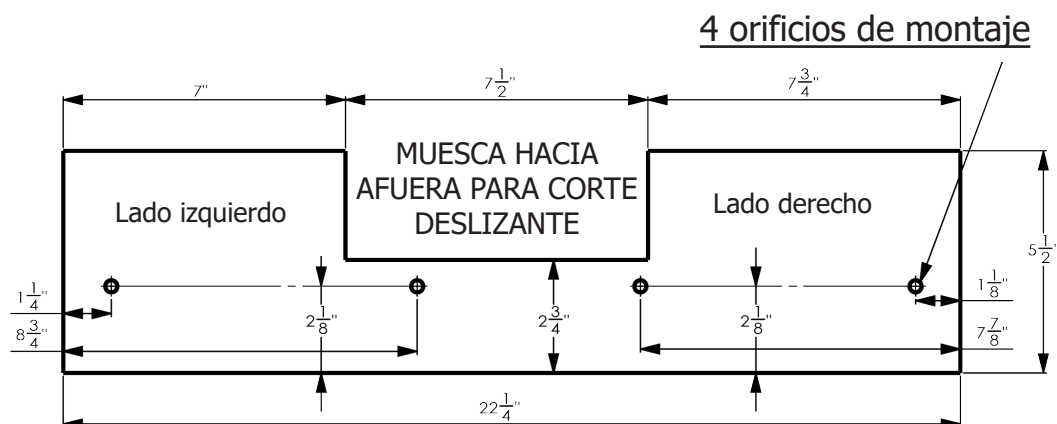

Figura 26
1. Consulte la Figura 26 para conocer las dimensiones de la guía tope auxiliar.
7. Se deberá cortar la muesca que se muestra en la Figura 26 para poder llevar a cabo cortes deslizantes con la guía tope auxiliar.